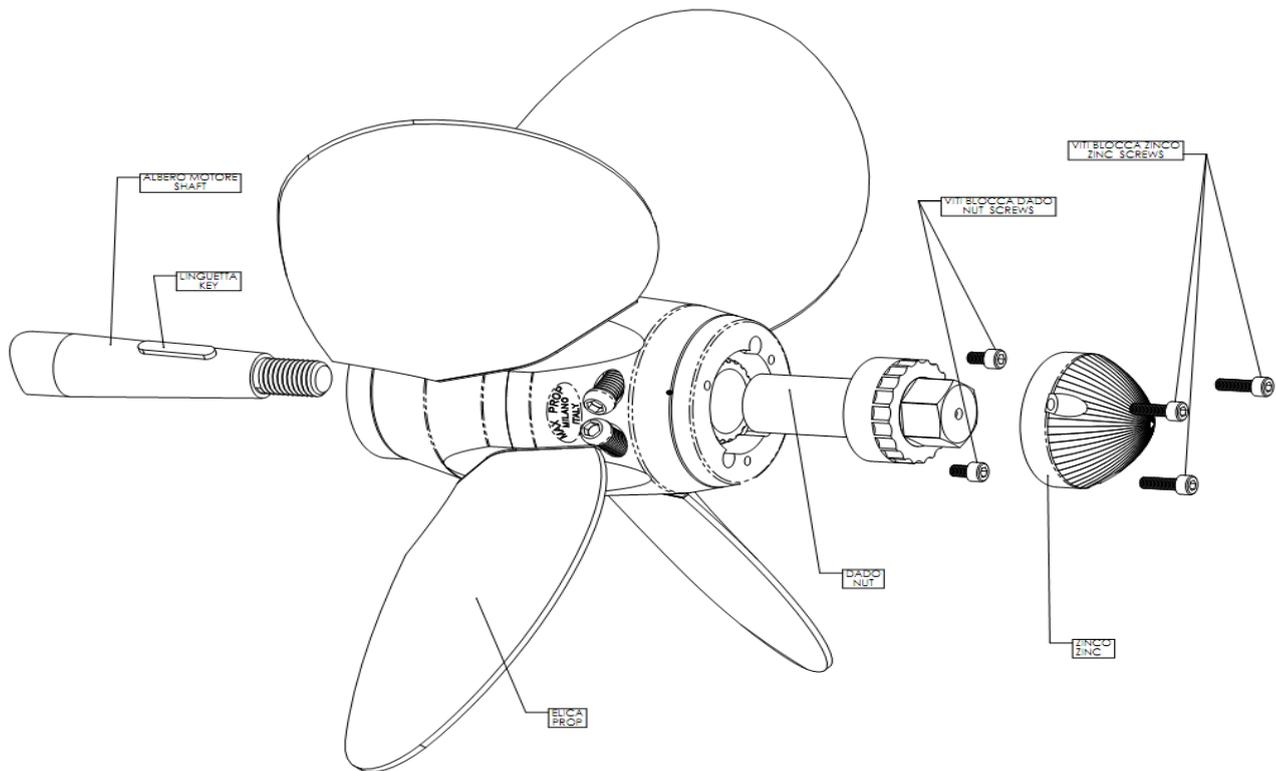

Fig. 5
Effettuate le varie operazioni facendo riferimento alla Fig.5. L'elica è fornita già assemblata come destrorsa o sinistrorsa secondo l'informazione ricevuta al momento dell'ordine, e con un determinato passo richiesto, così che possa essere montata direttamente sull'albero motore. Tenete presente che le parti che compongono la MAX PROP® EASY non sono intercambiabili. Nel caso si ricevessero contemporaneamente più eliche, sarà quindi necessario fare molta attenzione a non mischiare i pezzi smontati.
*Please, do as follows with reference to Fig. 5. The propeller is supplied already assembled for right or left rotation, according to the information received with the order and with the pitch required, so that it can directly fit on the shaft.*